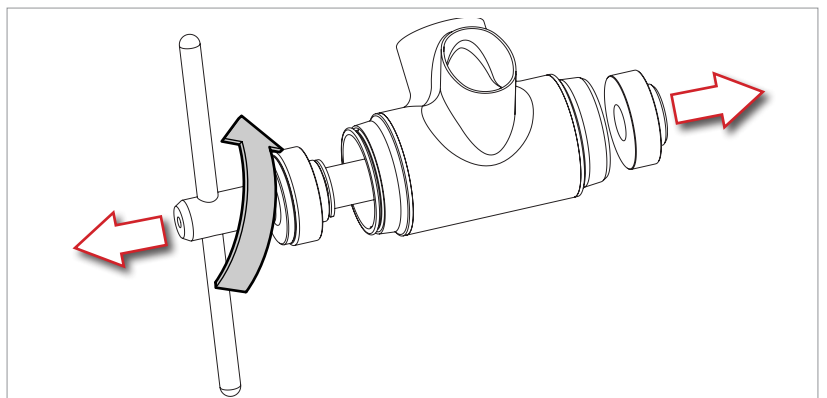

Fig.7
- Ruotate in senso antiorario la leva dell'utensile UT-BB240 fino a svitare completamente la guida calotta sinistra e successivamente estraete la vite (Fig. 7).